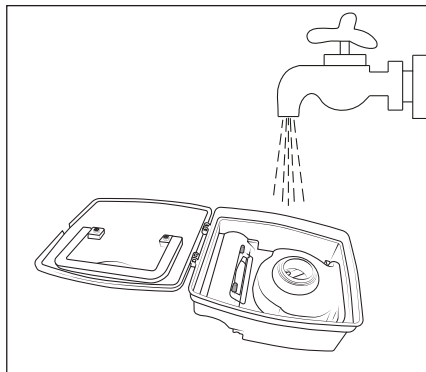

Fig. 10
- 5) Rengør støvbeholderen **12** med koldt eller lunken vand (se fig. 10). Lad støvbeholderen **12** lufttørre helt, før du sætter den ind i produktet igen.